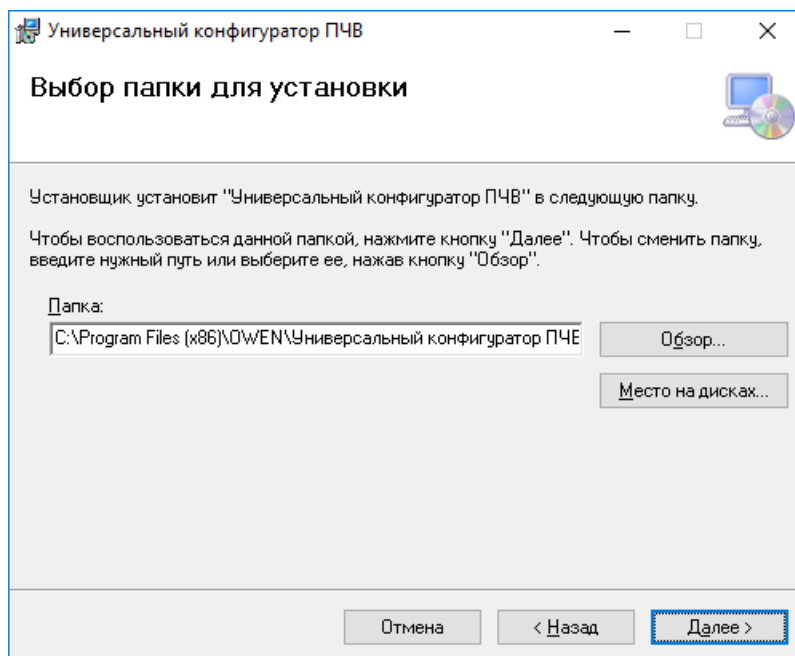

Рисунок 2.2 – Окно выбора директории для установки конфигуратора
2. Нажать кнопку **Далее**. Откроется диалоговое окно задания директории для установки конфигуратора (см. рисунок 2.2).